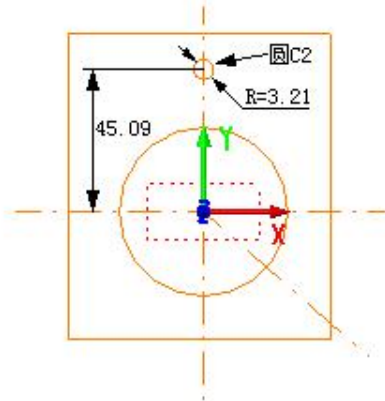

图 3-9 圆 C2
- 5、绘制圆 C2：在 $Z=0$ 平面内，点击“【曲线绘制(D)】->【圆(C)】”菜单项，选择  圆心半径[A]子命令，设置圆心坐标为 (0, 45.09) 半径为 3.21，绘制结果如图 3-9 所示；